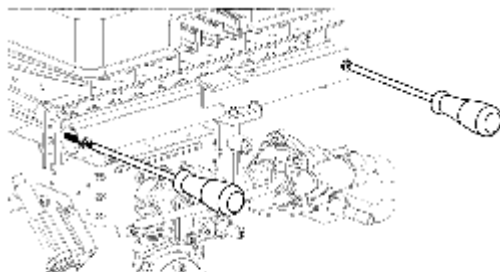

Рисунок 11
- 2.7.5 Выкрутите 2 винта из коллектора (рисунок 11).